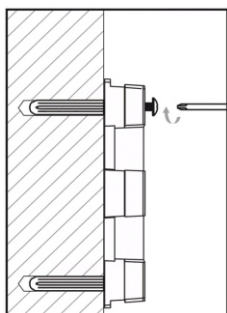

Рис. 5
- Перед тем как затянуть все крепежные винты, проверьте уровень кронштейнов с помощью уровня. Важно правильно установить горизонтальный уровень, чтобы поток воды в системе работал правильно. См. (рис. 5 и 5.1)